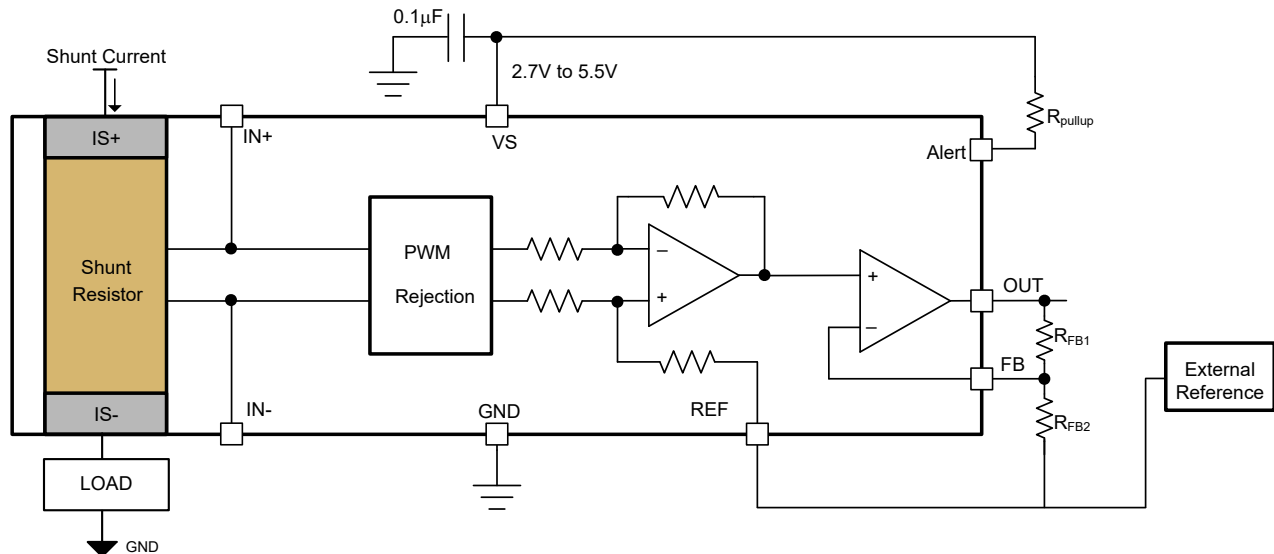

図 6-8. 外部抵抗分割器による調整可能なゲイン設定
INA790x-Q1 は、2 つの外付け抵抗ネットワークでゲインを調整可能です。デフォルトのゲインは 20mV/A であり、外付けの可変ゲイン抵抗ネットワークを追加することで、総ゲイン (G) は最大 400mV/A の範囲に対応できます。図 6-8 に、外付けゲインを追加するように構成された 2 つの外付け抵抗 R_{FB1} および R_{FB2} を示します。式 2 は外部可変ゲインの計算に使用でき、式 3 は外付け可変ゲインでのシステムの合計ゲインを示します。リファレンスピンによる出力の調整に示すように、REF ピンと抵抗 R_{FB2} の一方の端は、OUT ピンに必要な電圧に基づいて、外部リファレンスに接続されています。